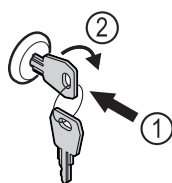

Fig. 120 例图
- ▶ 按入钥匙 Fig. 120 (1)。
- ▶ 将钥匙顺时针转动 90° Fig. 120 (2)。